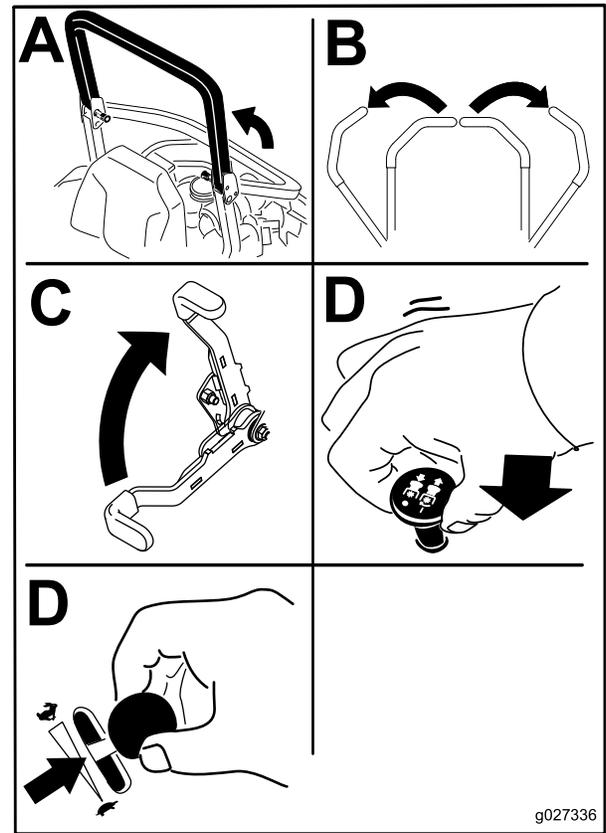

Figura 19
4. Desloque o interruptor de controlo da lâmina (PTO) para a posição Off (Figura 19).